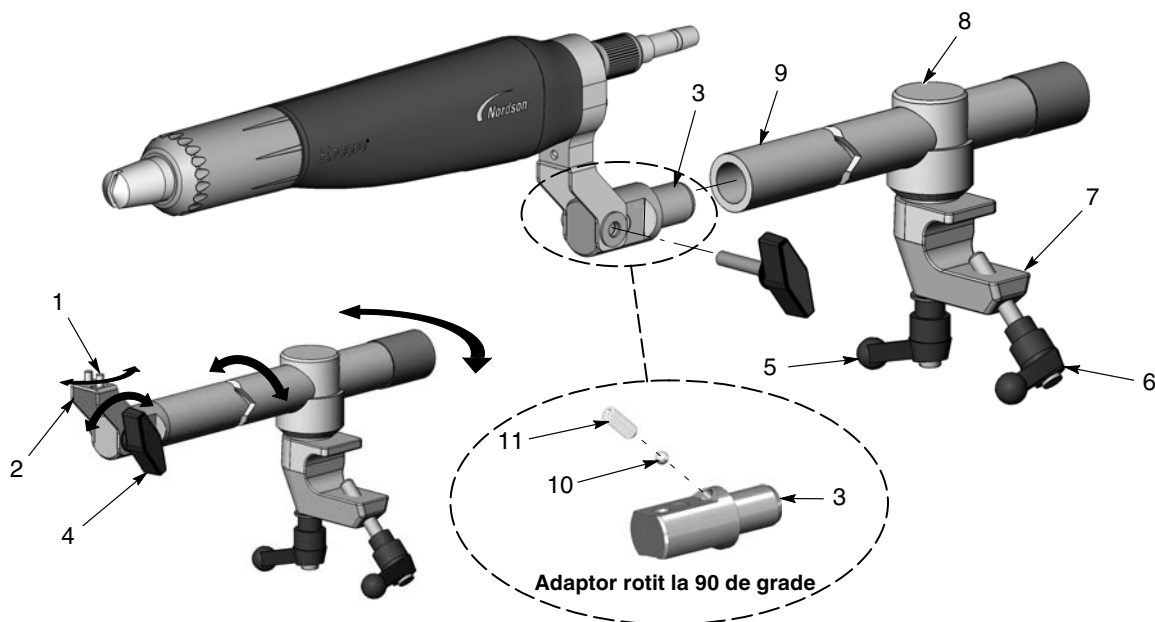

Figura 4 Montarea pistolului montat pe bară
Vezi Figura 4. Instalați adaptorul pistolului montat pe bară (3) în capătul tijei de reglare (9) și fixați-l prin strângerea șurubului de reglare (11) cu ajutorul unei chei hexagonale de 4 mm. Consultați pagina 47 pentru codul piesei barei pistolului.
- Pentru a deplasa vârful pistolului de pe o parte pe alta, slăbiți șurubul cu cap semirotond din dreapta (1).
- Pentru a înclina vârful pistolului în sus sau în jos, slăbiți butonul de înclinare (4).
- Pentru a roti bara de reglare pe axa corpului de blocare (8) sau în corpul de blocare, slăbiți mânerul de rotație (5).